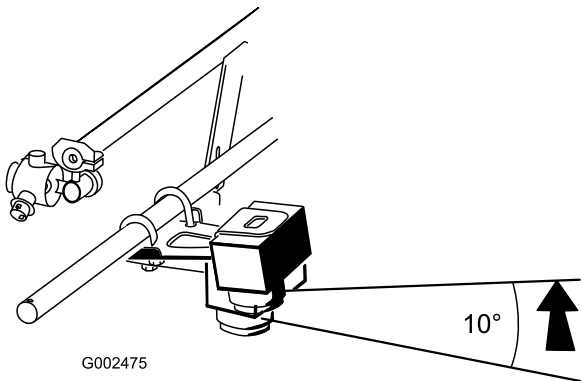

Figura 6
5. Rode o sensor para cima de forma que esteja aproximadamente 10 graus acima, paralela com o terreno, e de seguida aperte todas as porcas de bloqueio às cavilhas em U para fixar o sensor (Figura 6).